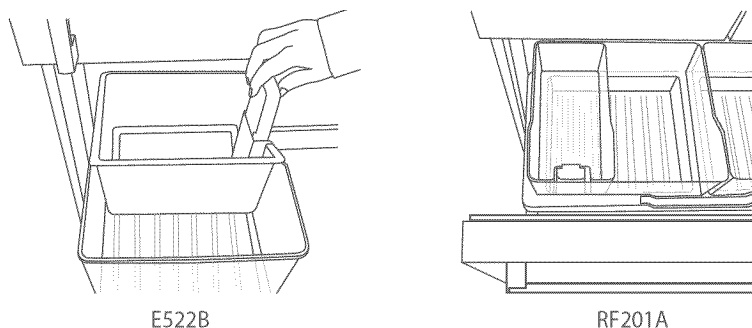

Fig.19 Bac à glaçons et cuillère à glace dans la bonne position
- Si le bac à glaçons est plein ou qu'il a été mal inséré, l'appareil à glaçons ne fonctionne pas. Lorsque le bac à glaçons est inséré correctement, la cuillère à glaçons se trouve sur le côté droit du bac sur les modèles E522B et à l'avant du bac sur les modèles RF201A (reportez-vous à la figure 19 à la page 112). Si le bac à glaçons est retiré, l'appareil à glaçons ne fonctionne pas.